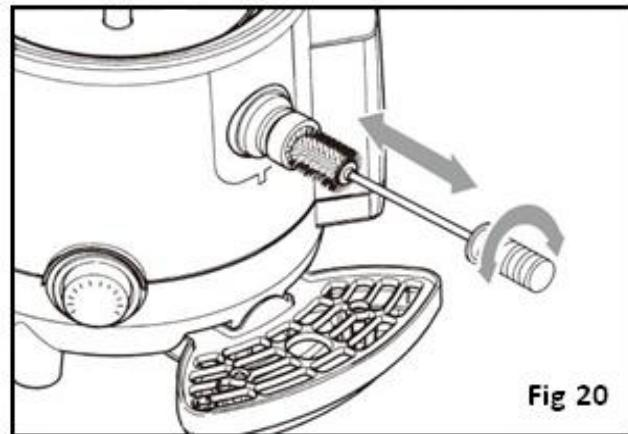

Fig 20
- Nettoyez l'orifice reliant le bol au robinet au moyen de la brosse de nettoyage (incluse) (fig. 20).